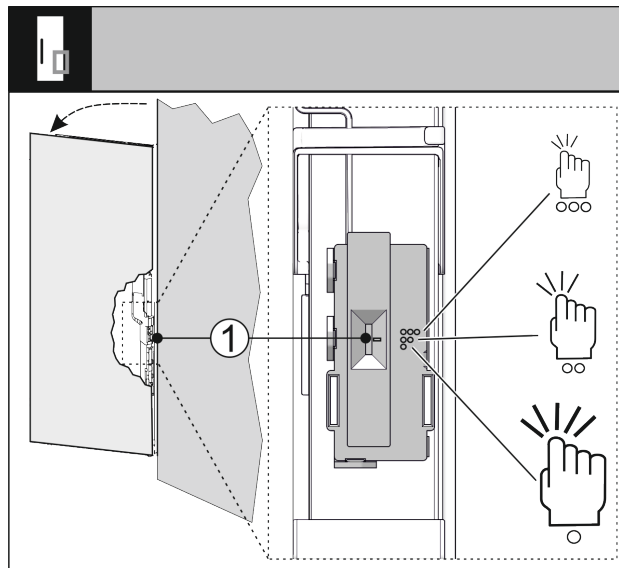

Fig. 100
Vous pouvez régler la sensibilité du capteur de frappe à l'aide d'un interrupteur Fig. 100 (1). L'interrupteur se situe du côté des charnières, dans le tiers inférieur de la porte.
- Pousser l'interrupteur Fig. 100 (1) dans la position souhaitée.